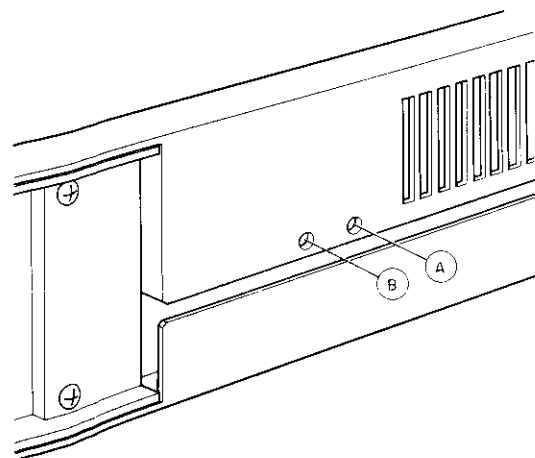

Abb. 2
Stecken Sie einen Schraubenzieher in die Löcher (A) und (B) ab der Seite, wie es in Abb. 2 gezeigt ist, und lösen Sie die Schrauben.